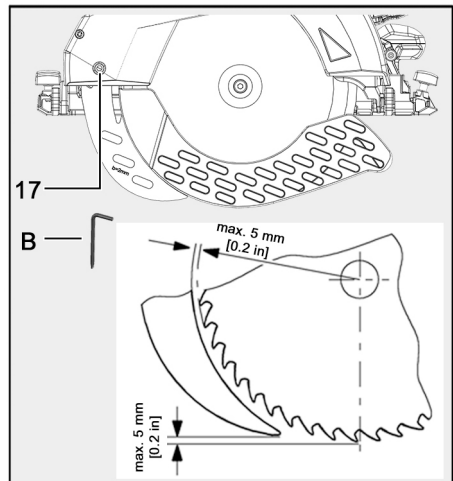

Fig. 67: Distancia de la cuña de partir a la hoja de sierra
- Respetar la distancia máxima con el disco de sierra (ver fig. 67).